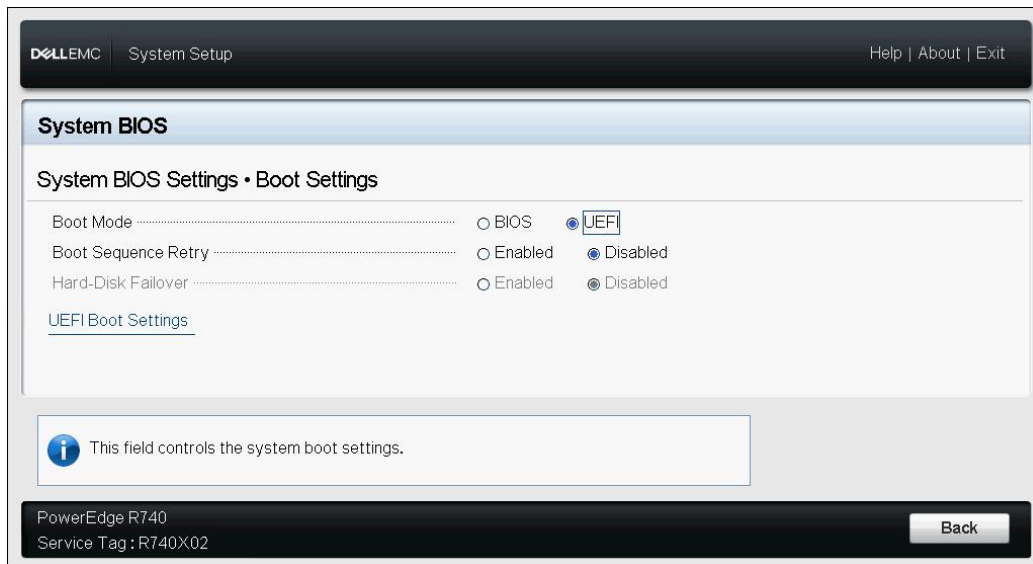

Ilustración 6-1. System Setup: Boot Settings (Configuración del sistema: Configuración de inicio)
3. Para el valor **Boot Mode** (Modo de inicio), seleccione **UEFI** (consulte la Ilustración 6-1).